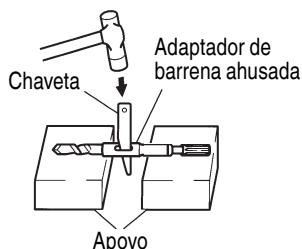

Fig. 11
- (2) Ponga en ON el interruptor de alimentación y perfore un agujero de base.
- (3) Después de eliminar el polvo con una jeringa, fije la clavija en la extremidad del anclaje e introduzca el anclaje con un martillo de mano.
- (4) Para extraer la broca con vástago cónico, inserte una chaveta en la ranura del adaptador del vástago cónico, coloque soportes debajo de ambos lados del adaptador del vástago cónico y golpee la chaveta con un martillo de mano. (Fig. 11)